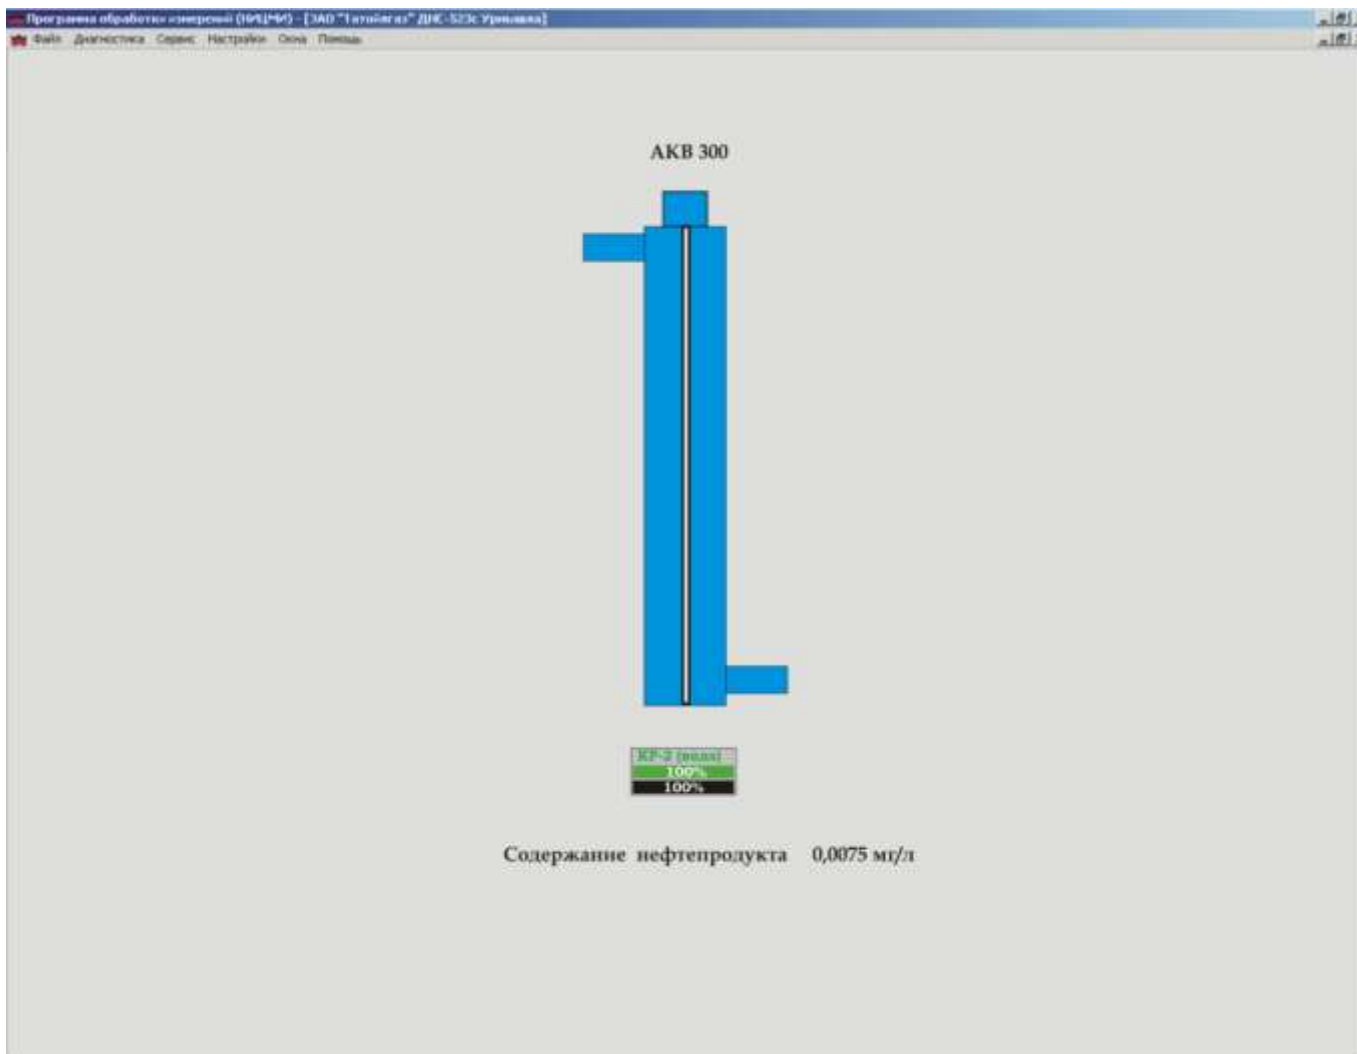

Рис.1
- 2.1. Включения системы АКВ300 в работу оператором возможно путем включения компьютера. Если компьютер включен и используется для других задач, то запуском программы "Mlevel" с иконки программы на рабочем. После загрузки программы на экране появится окно АРМ-оператора системы АКВ300 (рис.1).